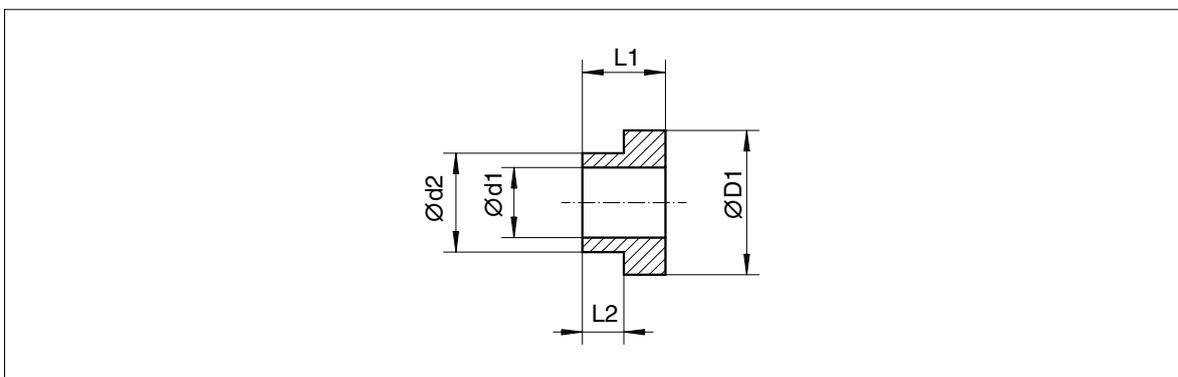

Fig. 9: Rondelle de démontage
- 1 x Rondelle de démontage (figure 9)